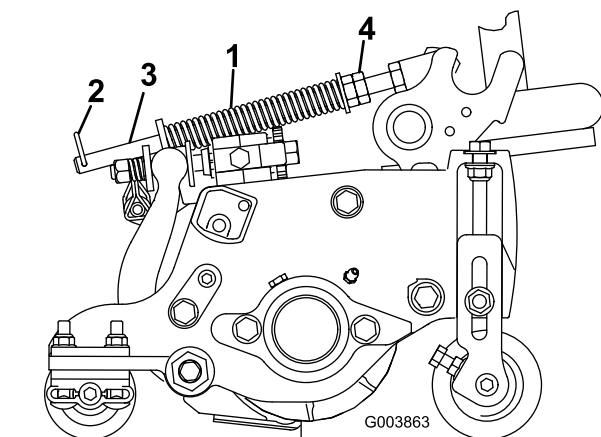

Figura 18
El muelle de compensación del césped (Figura 18) transfiere el peso del rodillo delantero al trasero. Esto ayuda a reducir el patrón de ondulación en el césped.
1. Asegúrese de que el pasador de horquilla está instalado en el taladro del extremo de la varilla del muelle (Figura 18).
2. Apriete las tuercas hexagonales del extremo delantero de la varilla del muelle hasta que la longitud comprimida del muelle sea de 12,7 cm en unidades de corte de 12,7 cm, o de 15,9 cm en unidades de corte de 17,8 cm (Figura 18).